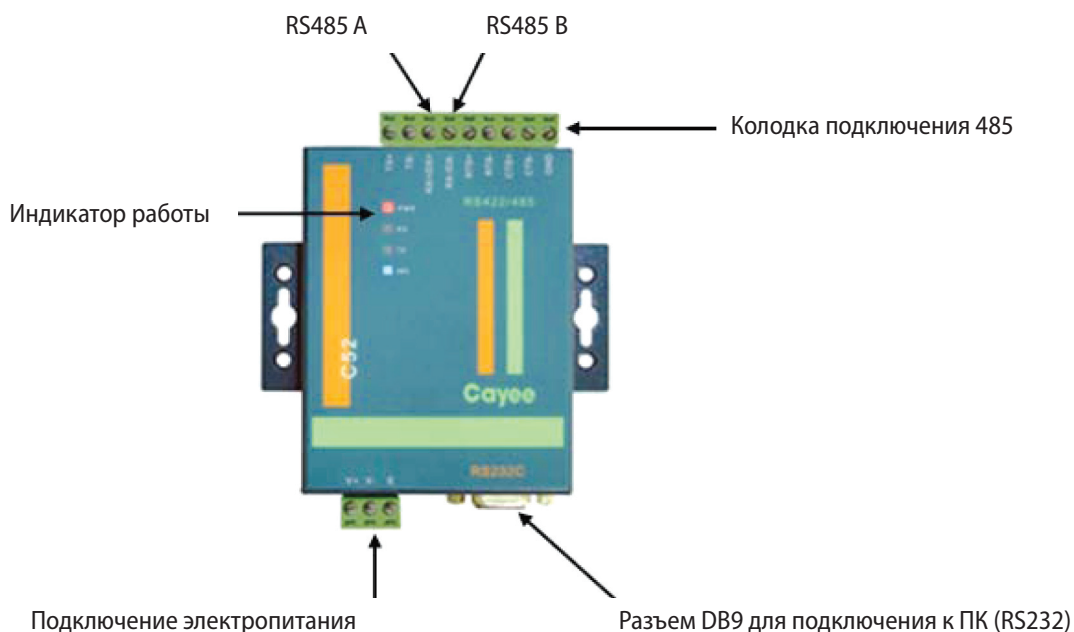

Рис. 7.3
7.2.1 Преобразователь (конвертор) R232-R485 применяется при подключении системы GSM к персональному компьютеру при управлении для преобразования сигнала R232/R485 (рис.7.3)